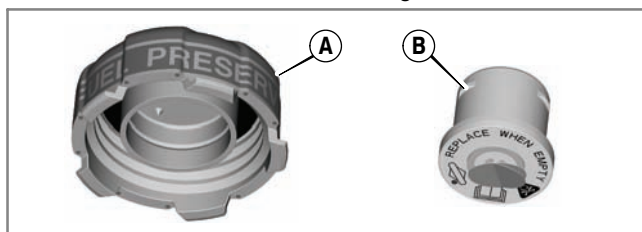

Abb. 4
Einige Motoren sind mit einem Fresh-Start-Tankdeckel (A) ausgestattet (Abb. 4). Der Fresh-Start-Tankdeckel kann eine Patrone (B) mit Kraftstoffstabilisator aufnehmen, die separat erhältlich ist. Die Patrone wird wie folgt installiert: